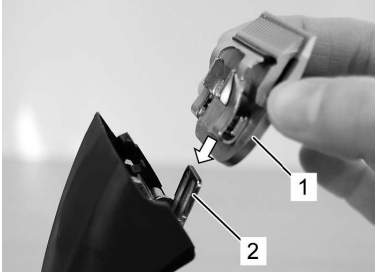

Fig. 15
6. Fest klippehodet på bladhengselet, og fold den inn på den påslåtte klippemaskinen med et lett trykk (fig. 15, 16, 17).